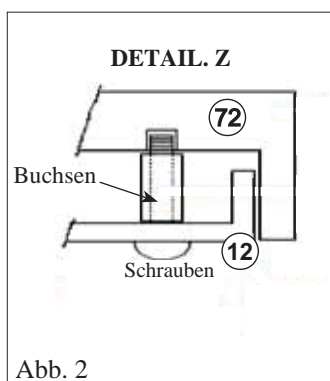

Abb. 2
Für einen ordnungsgemäße Einbau der oberen vorderen Blende (72) muss zwischen dieser und der Metall-Blendenhalterung (12) die mitgelieferte Buchse eingesetzt werden, wie im Detail "Z" angegeben (Abb. 2).